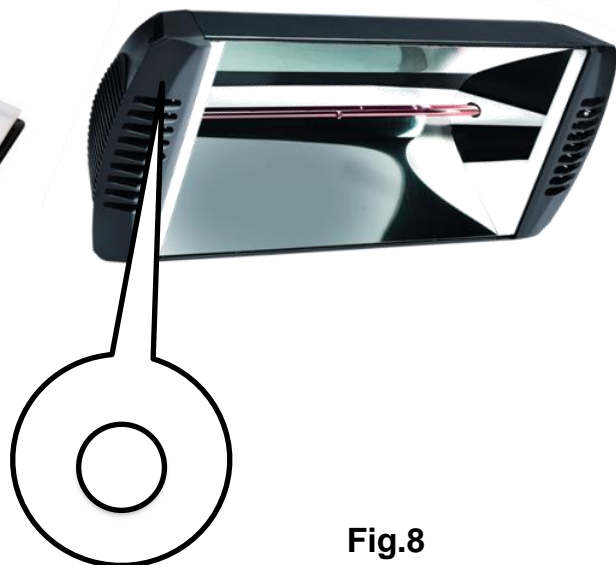

Fig.8
- Il led blu del riscaldatore si spegne per confermare l’operazione di memorizzazione avvenuta . Fig.8